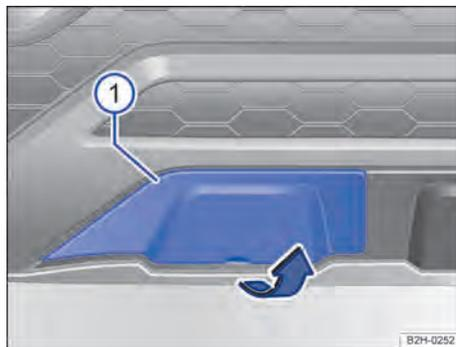

Fig. 168 No para-choque dianteiro à direita: cobertura, variante 1.
① Cobertura.
1. Segurar no rebaixo da cobertura e remover a cobertura no sentido da seta → Fig. 168 ①.